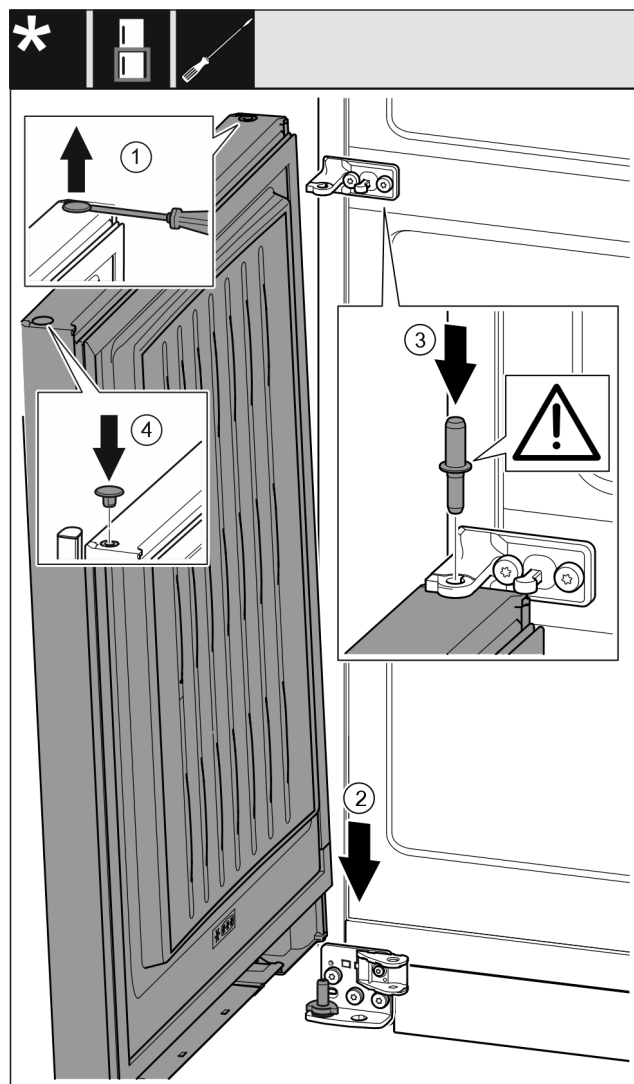

Fig. 57
- ▶ Осторожно приподнимите шлицевой отверткой заглушку Fig. 57 (1) и извлеките ее.
- ▶ Установите дверь Fig. 57 (2) сверху на нижний опорный палец.
- ▶ Вставьте средний опорный палец Fig. 57 (3) через средний опорный кронштейн в нижнюю дверь. При этом проследите за тем, чтобы выступ фиксатора был направлен назад.
- ▶ Снова установите заглушку Fig. 57 (4) с другой стороны двери.